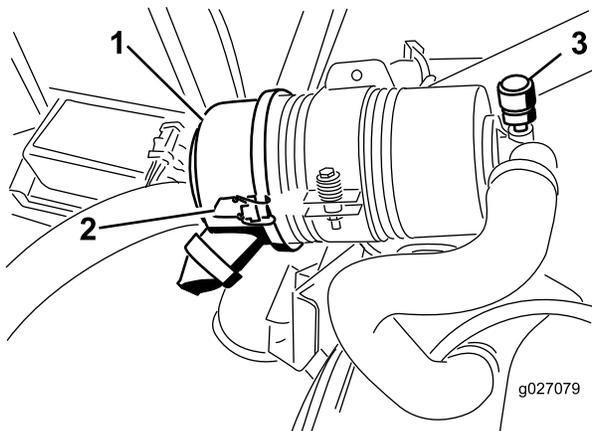

图53
仅在维护指示器（图53）要求时，维护空气滤清器滤芯。如果是在必须更换之前才更换空气滤清器，只会增加灰尘在滤清器拆下时进入发动机的几率。
1. 松开将空气滤清器盖固定到空气滤清器壳体上的搭扣（图53）。